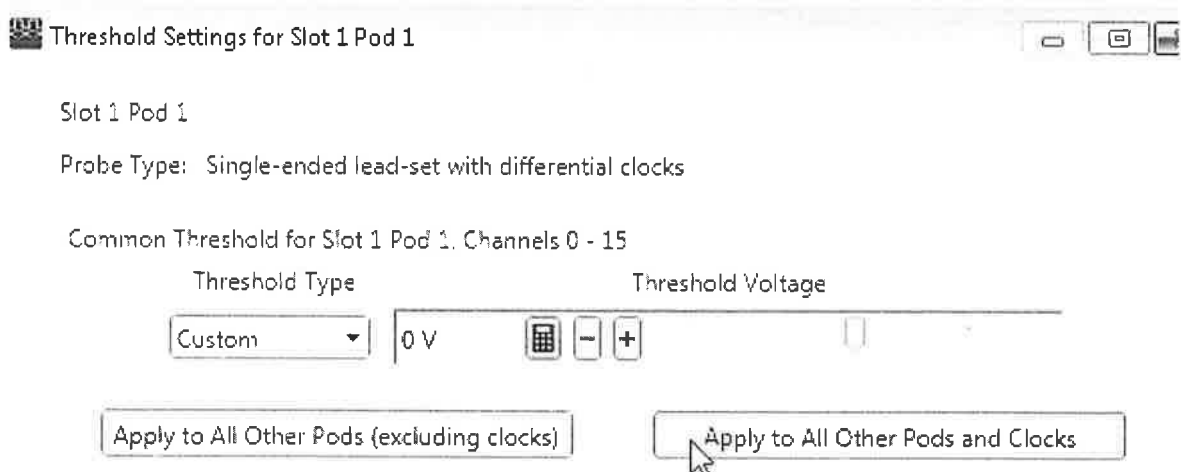

Рисунок 8
- Применить установленный уровень срабатывания для всех Pod (рис.8)